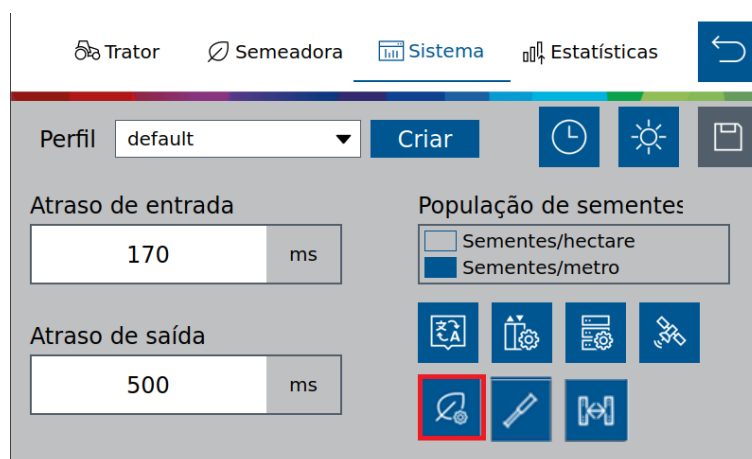
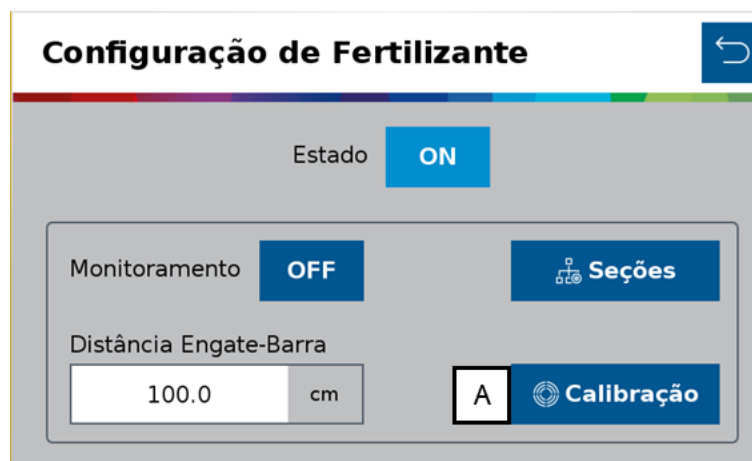

Figura 51 - Botão para a tela de configuração de fertilizante
Figura 62 - Tela de configuração de fertilizante
Para acessar a tela de configuração de fertilizante o usuário deve pressionar o ícone de “Configuração de fertilizante”, Figura 51:
Para acessar a tela de calibração do subsistema de fertilizantes o usuário deve pressionar o ícone de “Configuração de fertilizante”, Figura 51, e clicar no botão de calibração (A), Figura 62.